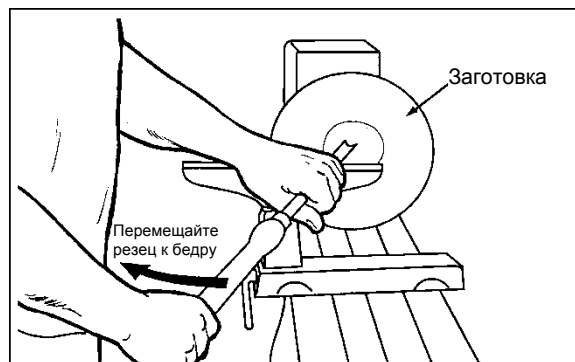

Рисунок 39
5. Поместите 13 мм резец для чаш на подручник в центре заготовки так, чтобы желобок был повернут к верхней точке чаши. Рукоятка должна быть расположена под углом 30° к горизонту, как показано на Рис. 39.
- 6.левой рукой контролируйте режущий край резца, в то время как правая рука подтягивает ручку инструмента по направлению к туловищу (Рис. 39). Желобок резца должен двигаться от вершины наружного края чаши, поворачиваясь вверх так, чтобы смещаться вглубь чаши, для получения гладкой изогнутой поверхности. По мере заглубления резца в заготовку постепенно поворачивайте его к краю. Возможно, придется повернуть подручник после углубления заготовки.